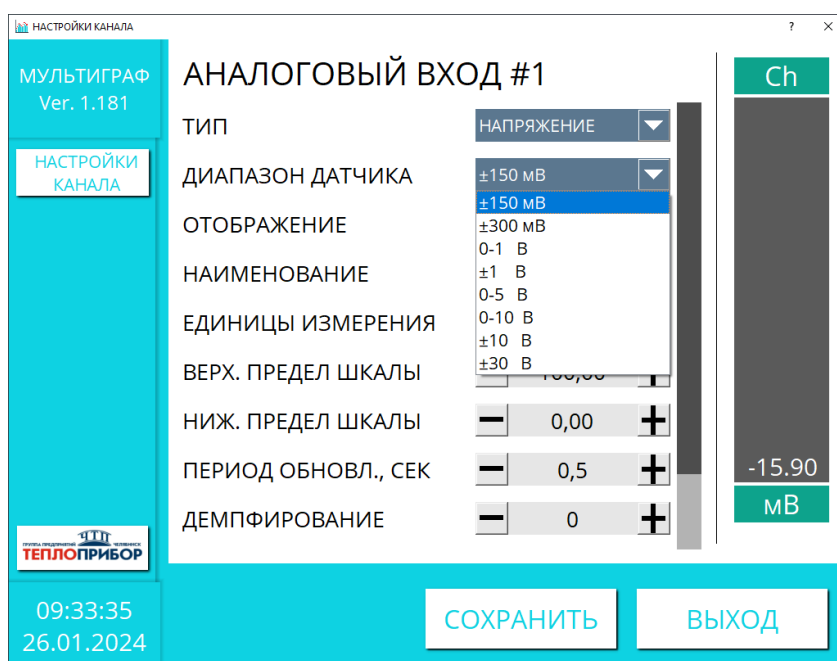

Рисунок 2.11 – Параметры настройки входа измерения напряжения
2) При измерении напряжения доступны следующие диапазоны измерения: ± 150 мВ, ± 300 мВ, 0 – 1 В, 0 – 5 В, 0 – 10 В, ± 1 В, ± 10 В, ± 30 В (рис. 2.11);